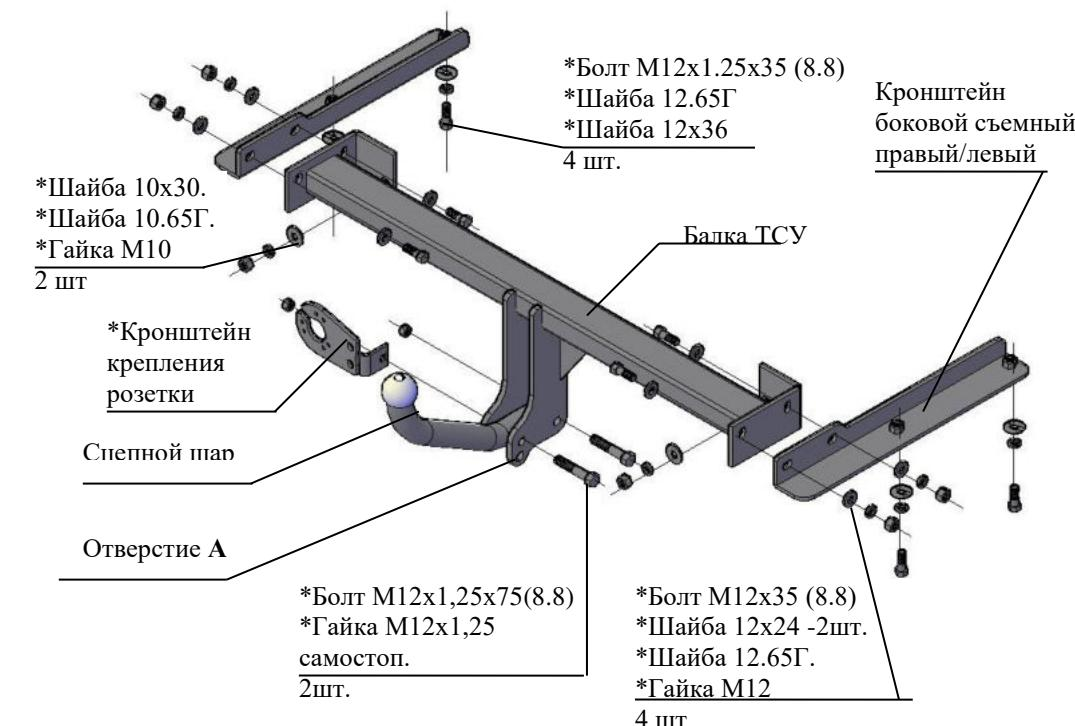

Рис.1 Тягово-сцепное устройство 9931
2.1 ТСУ 9931 в сборе (рис.1)	1 шт.
2.2 Пакет с комплектующими (см. рис.1) Защитный колпак	1 шт.
4.3 Установить боковые съемные кронштейны ТСУ (правый и левый соответственно рис.1) внутрь лонжеронов а/м, закрепить к нижним полкам болтами M12x1,25x35, (используя приварные гайки), под головки болтов подложить шайбы 12.65Г и шайбы 12x36. Крепеж не затягивать.